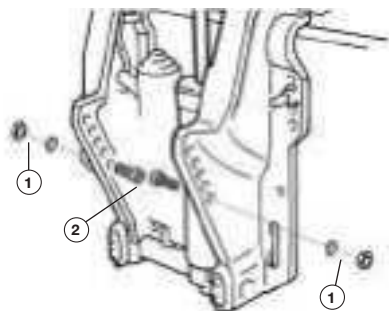

Рис. 40 Регулировка угла дифферента моделей F40FES-T-EFI и F40FEL-T-EFI
Для моделей F40FES-T-EFI и F40FEL-T-EFI вертикальный угол дифферента регулируется установкой болтов в одну из имеющихся пар регулировочных отверстий в кронштейне крепления (Рис. 40). Всего есть 5 пар отверстий.
- Открутите гайки, снимите шайбы, поставьте болты в следующую пару регулировочных отверстий, установите шайбы и снова закрутите гайки (Рис. 40).